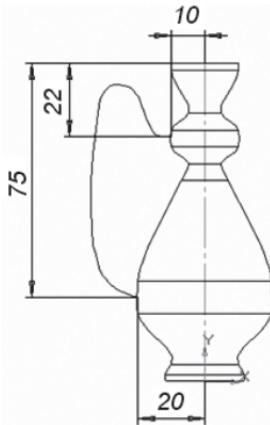

Рис. 264. Диаметр ручки 6 мм
2. Рассмотрим второй способ создания элементов по сечениям с использованием направляющей, задающей профиль элемента по сечениям (рис. 264).